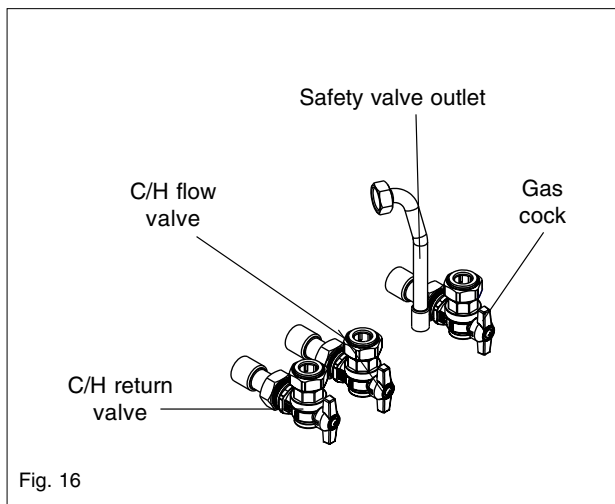

Fig. 16
4.6.1 GAS (fig. 16)
4.6.2 FLOW & RETURN (fig. 16)
4.6.3 SAFETY VALVE (fig. 16)